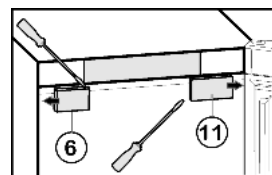

Fig. 5
- Kryt Fig. 5 (6) na straně madla nasadíte otočený o 180° a zatlačte, aby zapadl.
- Kryt Fig. 5 (11) na straně závěsu nasadíte otočený o 180° a zatlačte, aby zapadl.